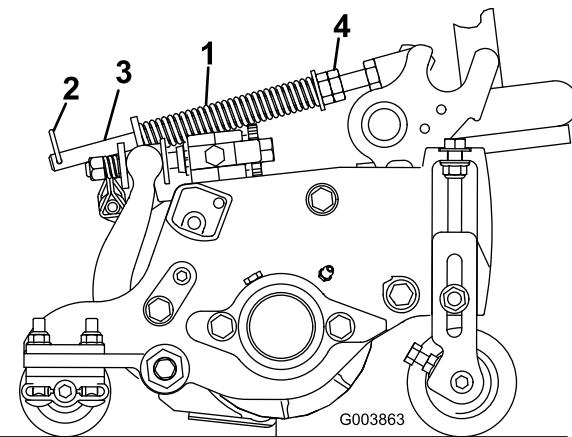

Figure 17
2. Serrez les écrous hexagonaux à l'extrémité avant de la tige de ressort jusqu'à ce que la longueur du ressort comprimé soit égale à 15,9 cm (Figure 17).
**Remarque:** Si le plateau de coupe doit être déposé de la machine, déplacez la goupille fendue dans le trou avant de la tige de ressort (Figure 17). Veillez à remettre la goupille fendue dans le trou arrière de la tige de ressort lorsque le plateau de coupe est remis en place sur la machine.